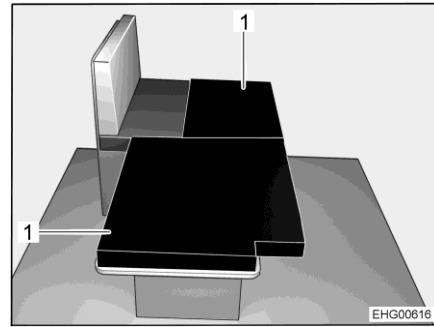

Bild 52 Efter ombyggnaden
- Lägg de båda extra dynorna (Bild 52,1) på det nersänkta bordet så som visas i bild.